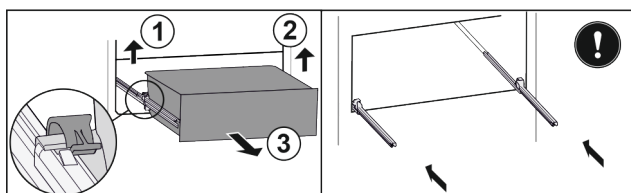

Fig. 18*
- Приподнимите левый зажим и одновременно вытяните движением вперед выдвижной ящик слева Fig. 18 (1).*
- Приподнимите правый зажим и одновременно вытяните движением вперед выдвижной ящик справа Fig. 18 (2).*
- Извлеките выдвижной ящик движением вперед Fig. 18 (3).*